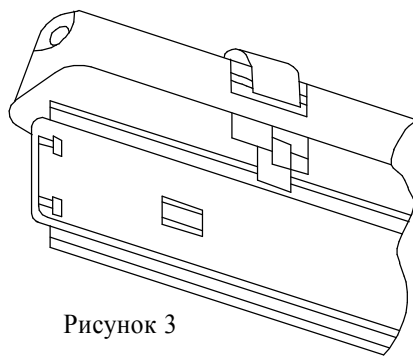

Рисунок 3
6.5 Подвесить панель поз.2 на крючки фиксаторов внутри корпуса через боковые отверстия (3,5х10) в панели (см. рис. 3, Приложение А).